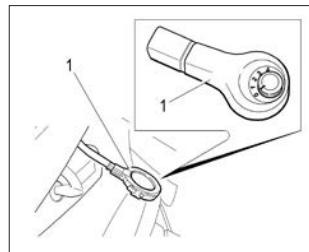

Рис. 34. Датчик дождя и освещенности
Для включения системы очистки необходимо переключатель чувствительности датчика дождя **1** (см. рис. 34), расположенный за зеркалом заднего вида в накладке датчика перевести из положения **0** в любое другое положение от **1** до **4\*\***, а рычаг переключателя стеклоочистителей перевести в положение **III** (прерывистый режим работы). При этом щетки очистителя делают один ход, после чего будут включаться или выключаться в зависимости от количества капель дождя, попадающих на ветровое стекло.
**В вариантом исполнении** автомобили оснащаютсясов-мешенным датчиком дождя и освещенности, которыйрас-положен на ветровом стекле за зеркалом заднего видавиду (рис. 34).